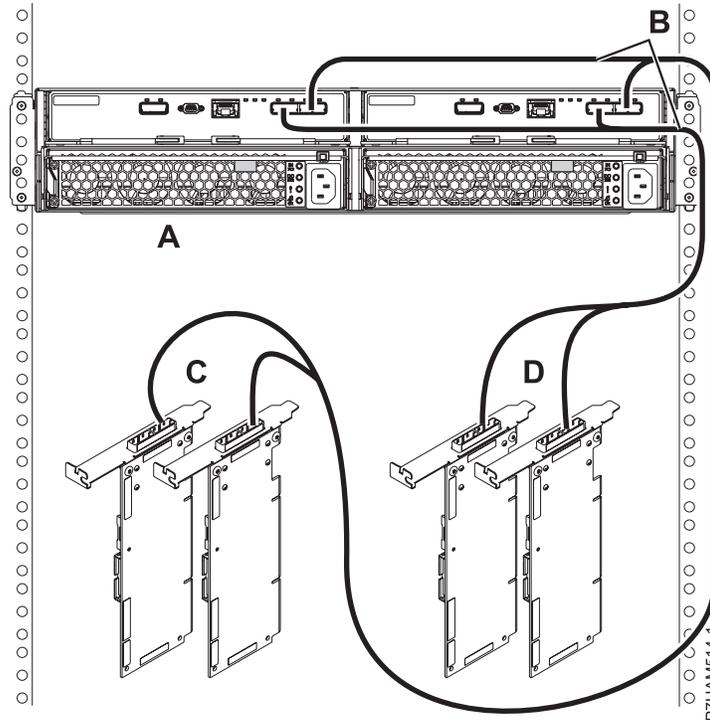

Figura 17. Conexión de la modalidad 2 de un alojamiento de unidad de disco 5887 utilizando cables X a dos pares de adaptadores SAS
17. Realice la conexión de la modalidad 2 de un alojamiento de unidad de disco 5887 (A) utilizando los cables X (B) a dos pares de adaptadores SAS. Consulte la Figura 17 en la página 19.